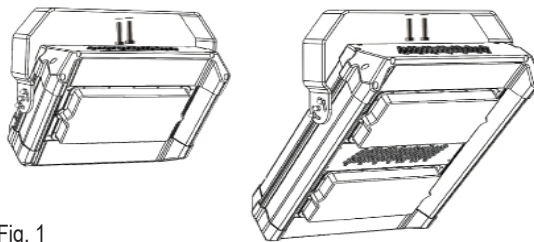

Fig. 1
1. Realice 2 perforaciones con ayuda de un taladro y atornille la horquilla (tornillería no incluida)(Fig. 1).